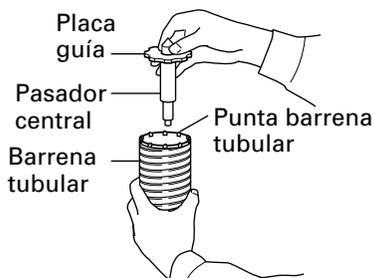

Fig. 14
- (3) Introducir el pasador central en la placa guía hasta que se pare.
- (4) Unir la placa guía alineando su parte cóncava con el extremo de la broca. Cuando se cambie la posición cóncava girando la placa guía hacia la izquierda o hacia la derecha, la placa guía nunca se sale incluso cuando el martillo perforador se utilice en una dirección hacia abajo. (Fig. 14)